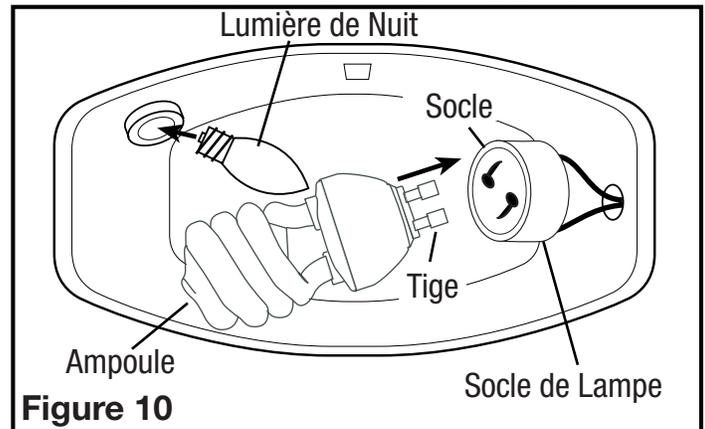

Figure 10
- Installez la lampe fluorescente de 26 watts dans la douille en alignant les broches de la base de la lampe à la prise de la douille de lampe. Tournez le corps de la lampe dans le sens horaire jusqu'à ce que la lampe s'enclenche et est fermement en place dans la douille. Installer une ampoule de type C7 d'un maximum de 4 watts (culot de type candélabre) de la lumière de nuit (non-comprise) dans le support de lampe latéral (**Figure 10**).